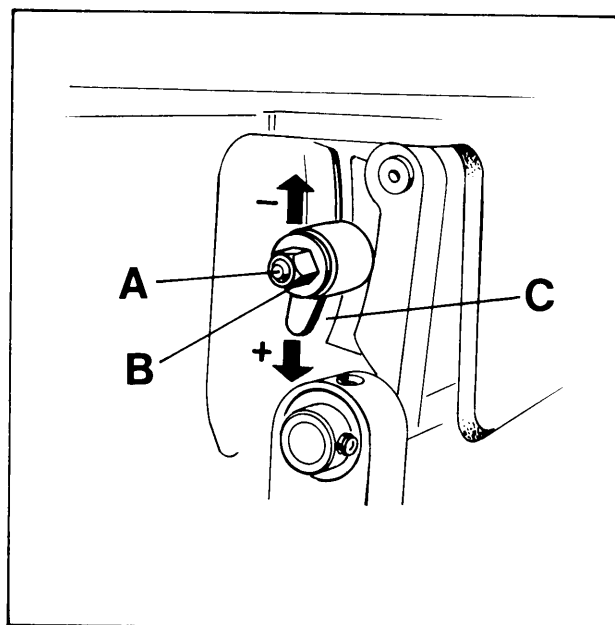

Fig. 24
The length of the stitch can be adjusted by raising or lowering stud (A, Fig. 24) in the segment slot of feed rocker (C) located at the rear of machine below the cloth plate. Lowering stud (A) will lengthen the stitch, raising the stud will shorten the stitch. After loosening nut (B), stud (A) can be moved accordingly. When the desired stitch length is obtained, retighten nut (B).
El largo de la puntada se ajusta subiendo o bajando el perno (A, Fig. 24) en la ranura del marco del transportador (C) ubicado en la parte posterior de la máquina debajo de la tapa de la máquina. Bajando el perno (A) alarga la puntada, subiendo el perno acorta la puntada. Después de aflojar la tuerca (B) se puede mover el perno (A) adecuadamente. Apriete la tuerca (B) otra vez después de haber fijado el largo de la puntada.